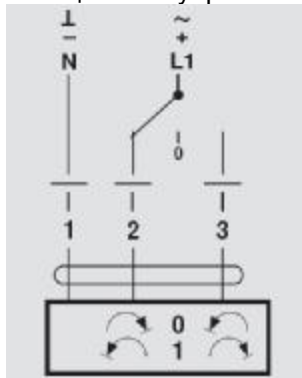

Рис. 4
9. При 3-позиционном управлении (Рис. 4):